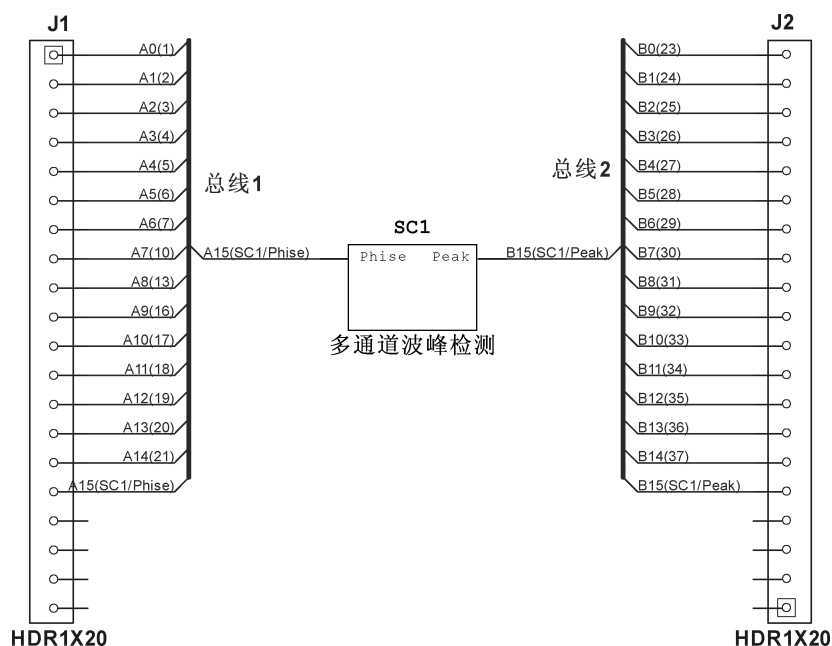

图 5-96 绘制总线分支
2) 单击“确认”按钮，完成命名，在绘图区显示命名的总线分支，同样的方法连接其余对象，最终结果如图 5-96 所示。